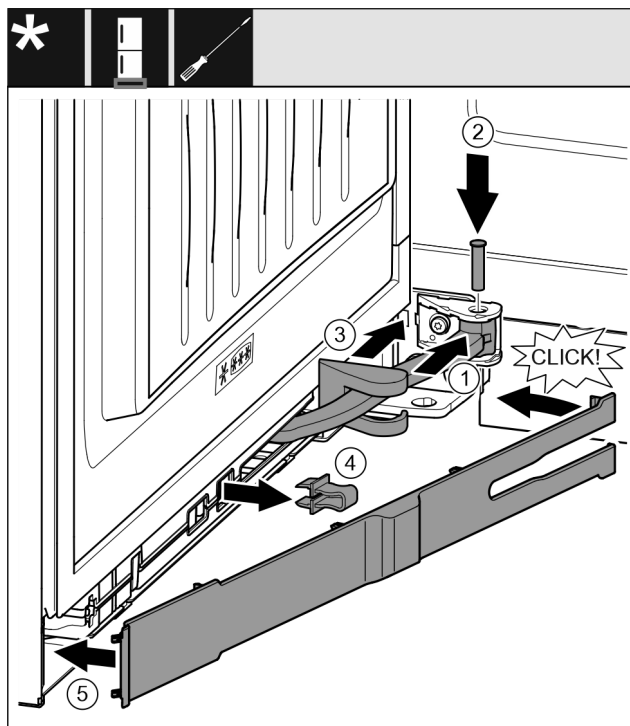

Fig. 43
- Otočte kloub Fig. 43 (1) v závěsu.
- ▶ Šroubovákem vložte čep Fig. 43 (2) do závěsu a kloubu. Přitom dávejte pozor, aby byla zajišťovací vačka správně usazena v drážce.
- ▶ Posuňte kryt stojanu ložiska Fig. 43 (3) podél kloubu a namontujte nad závěsem.
- ▶ Pojistku Fig. 43 (4) vytáhněte.
- ▶ Záslepku Fig. 43 (5) na straně madla nasadte a sklopte.